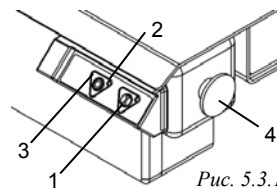

Рис. 5.3.1
**5.3 - Запуск в действие ленточной пилы для распилки мяса (рис. 5.3.1)**
**5.4 - Остановка ленточной пилы для распилки мяса (Рис. 5.3.1)**